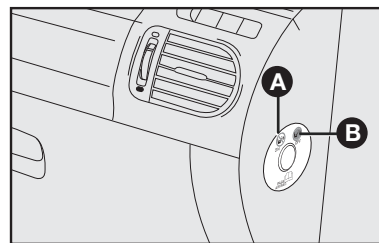

fig. 127
#### Para versões com ativação/desativação do airbag frontal do lado do passageiro através do interruptor na lateral do painel do veículo figs. 127 e 128
O interruptor tem duas posições **A** e **B**—fig. 127.
**A** – airbag lado do passageiro ativado: (posição **ON A**—fig. 127) com luz-espia no quadro de instrumentos apagada.
**B** – airbag do lado do passageiro desativado: (posição **OFF B**—fig. 127) com luz-espia “ no quadro de instrumentos acesa.